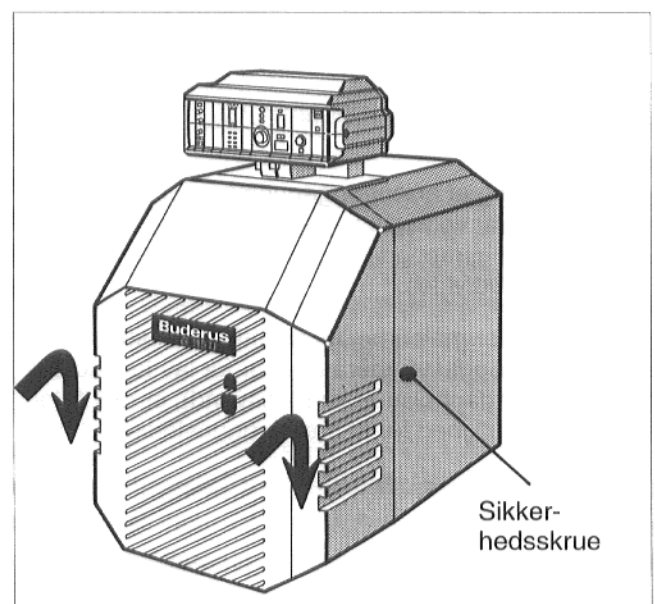

Fig. 25
- Brænderkappen hænges på plads foroven og trykkes ind forned. Brænderkappe (G115 U) sikres til venstre og til højre ved hjælp af sikkerhedsskruer Brænderledning monteres på brænderen med uforvekselbart stik. (Fig. 25).